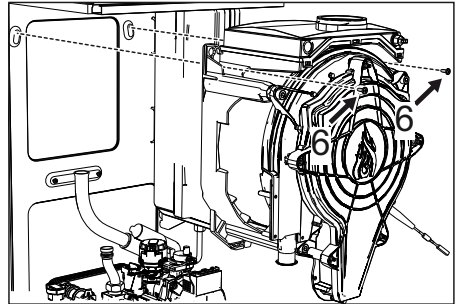

fig. 51
- Scoateți cele 2 șuruburi **superioare „6”** de fixare a schimbătorului de cadru (fig. 51)